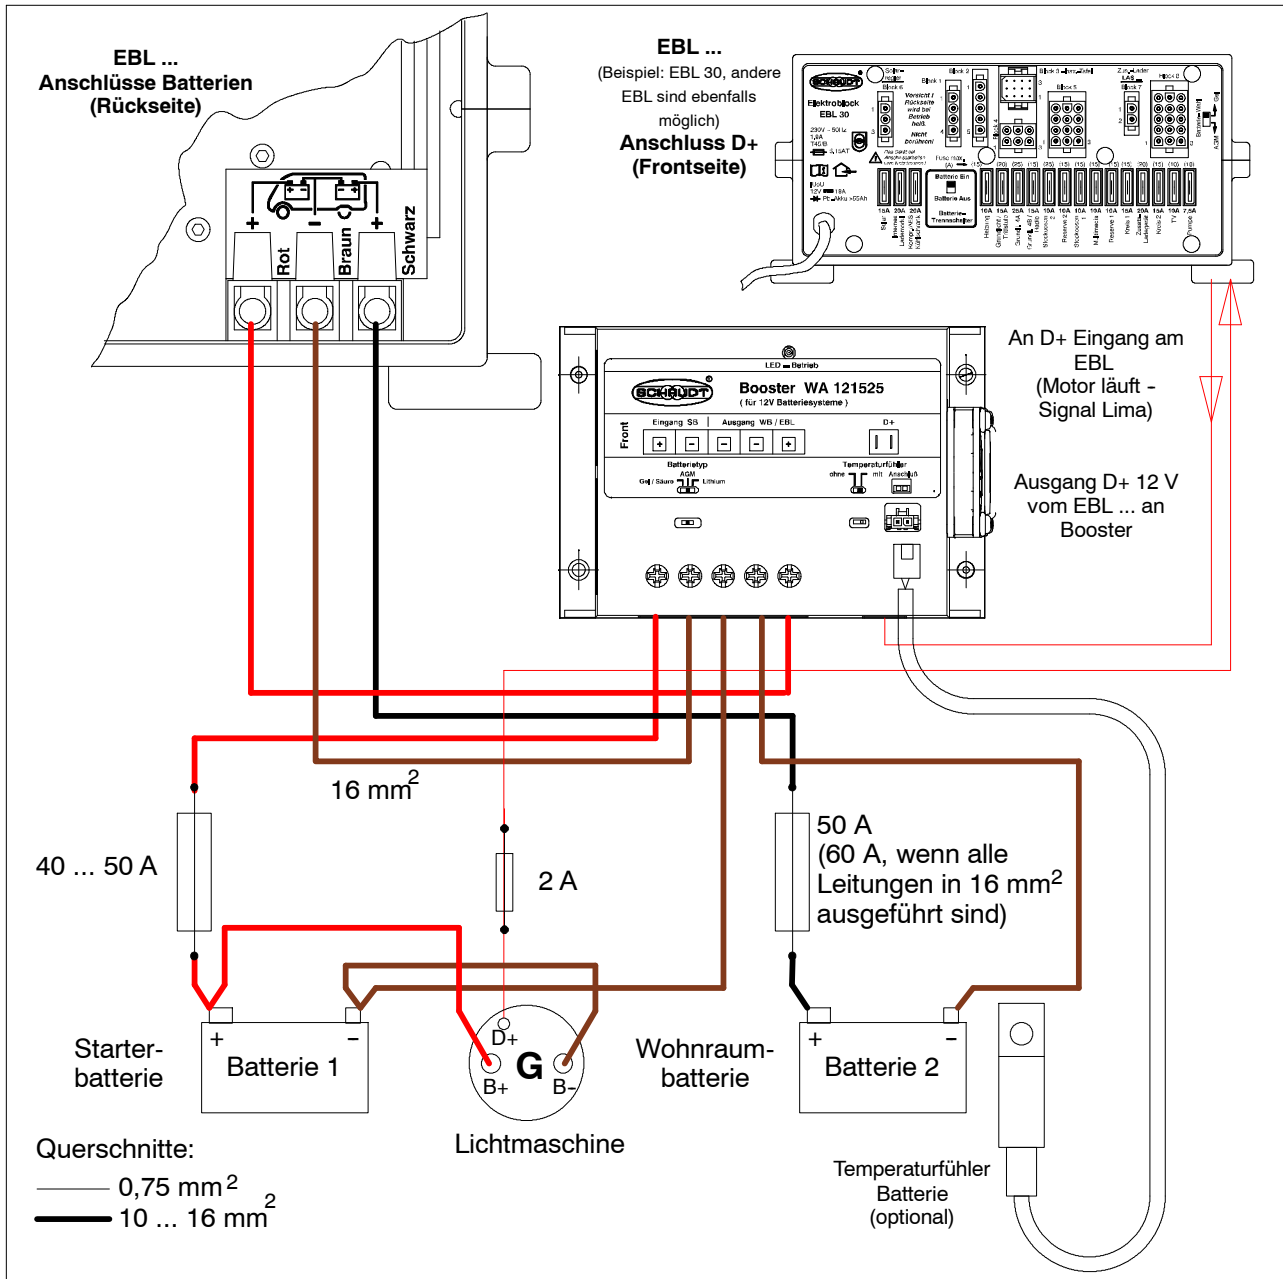
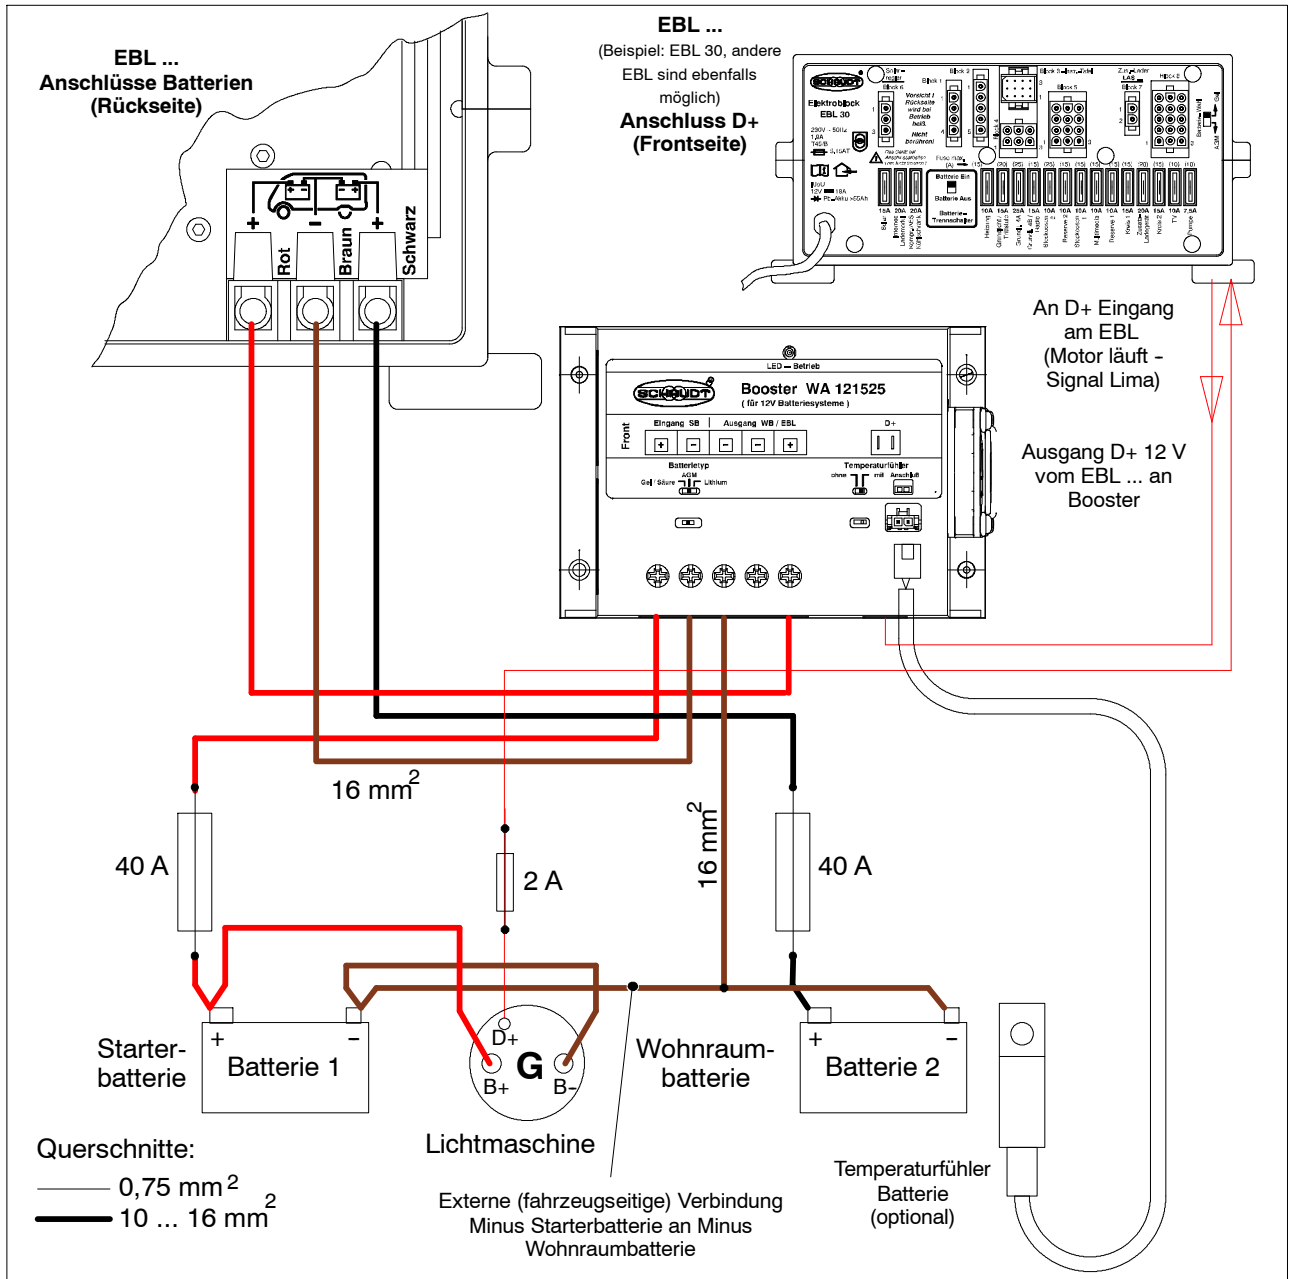

Bild 2 Fahrzeuge mit Schaudt EBL ... - Masseverbindung am Booster
Bild 3 Fahrzeuge mit Schaudt EBL ... - externe Masseverbindung
- ▶ Alle Kabelverbindungen gemäß Bild 2, 3 oder 4 herstellen. Dabei auf erforderliche Kabelquerschnitte und auf den richtigen Einbau der Sicherungshalter achten. Sicherungen noch nicht in die Halter einsetzen.
Bei Fahrzeugen, in denen die Verkabelung gemäß Bild 2 erfolgen kann, ist es zwingend erforderlich, dass die Masseverbindung zwischen der Wohnraumbatterie und der Starterbatterie am Booster erfolgt. Die beiden Batterien dürfen nicht direkt (z. B. innerhalb der Fahrzeugverkabelung) verbunden sein. Ist das der Fall, **muss** die Ausführung gemäß Bild 3 erfolgen.
Ist die Masseverbindung der beiden Minuspole fest durch das Fahrzeug geführt, und erfolgt an dieser Masseverbindung nur ein Abgriff zum Booster, sieht die Verkabelung wie in Bild 3 dargestellt aus.
▲ Bei herkömmlichen Systemen wird die Versorgungsleitung des Kühlschranks verwendet, um die Starterbatterie bei Netzbetrieb zu laden, hier ist der Anschluss gemäß Abb. 2 bzw. 3 auszuführen. Es wird kein zusätzliches Bypass-Relais benötigt.